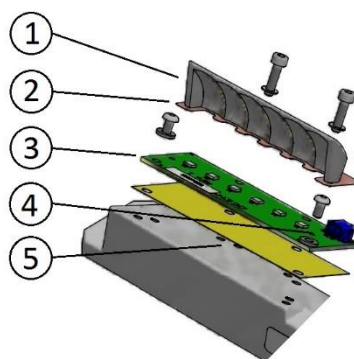

Figura 21 – Sustitución del Módulo LED (Umbral de pista)
- desconecte el conector de suministro de energía del módulo LED (Figura 21 – n°4)
- quite el módulo LED (Figura 21 – n°3) y el reflector correspondiente (Figura 21 – n°1) de la placa de montaje soltando los dos tornillos HSCS M3x12
- compruebe que el interfaz térmico (Figura 21 – n°5) está colocado bajo el módulo LED y posicionado correctamente
- compruebe que la hoja de aislamiento de Kapton (Figura 21 – n°2) está colocada sobre la placa LED, puesta debajo y posicionada correctamente
- vuelva a conectar el conector de suministro de energía (Figura 21 – n°4) al módulo LED
- desconecte el conector de suministro de energía del módulo LED (Figura 21 – n°1)
- quite el módulo LED (Figura 21 – n°2) y la matriz de lentes correspondiente (Figura 21 – n°3) de la placa de montaje